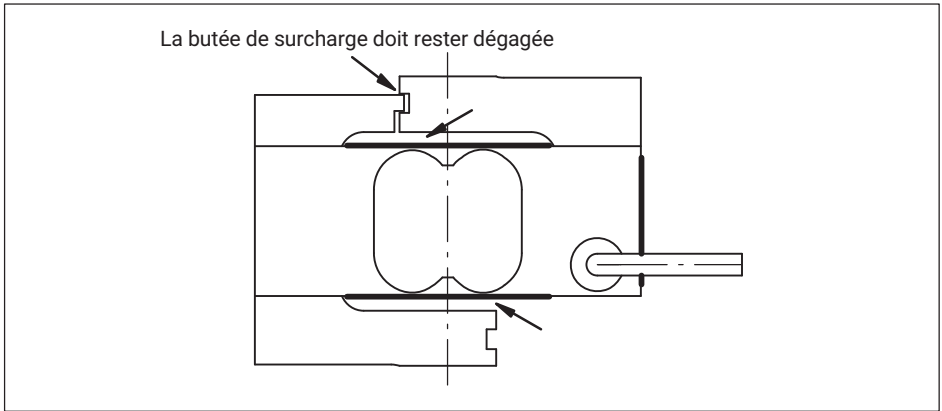

Fig. 6.1 Éviter les dépôts aux endroits signalés
*Des erreurs de mesure peuvent se produire lorsque de la poussière ou des saletés se déposent dans les pesons. Les zones concernées sont repérées par des flèches sur la Fig. 6.1.*